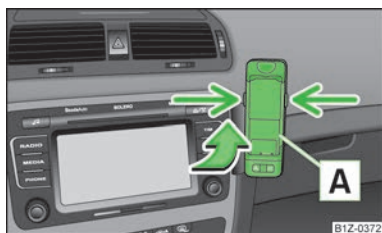

Fig. 106
- Împingeți mai întâi adaptorul **A** în sensul săgeții » fig. 106 până la limită în suport. Apoi apăsați ușor în jos adaptorul, până când acesta se blochează.
- Apăsați simultan elementele de blocare laterale ale suportului » fig. 106 și scoateți telefonul cu adaptorul.